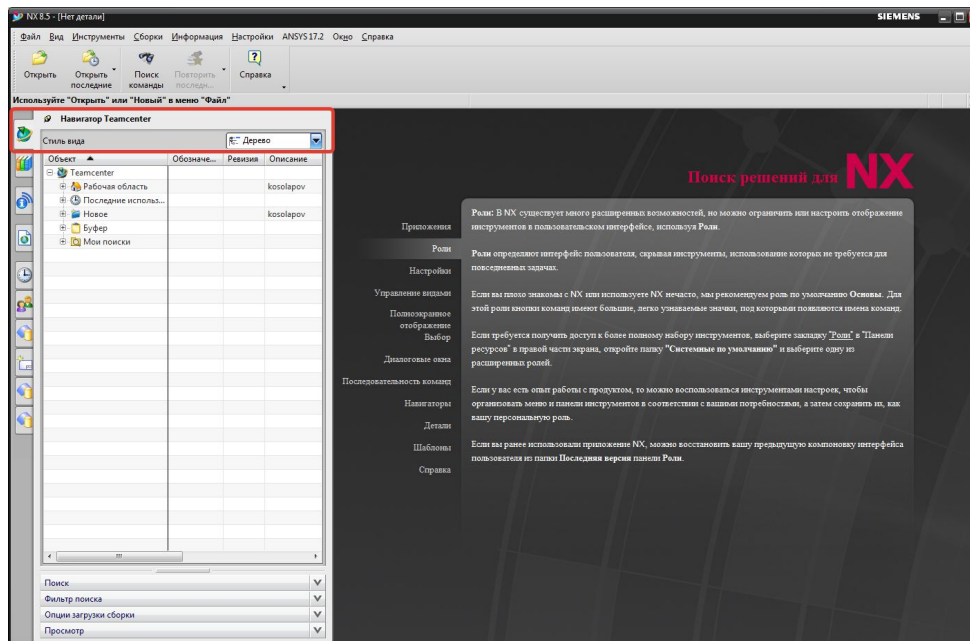

Рис. 30
4. При запуске системы NX под управлением Teamcenter должна появиться вкладка **Навигатор Teamcenter** (Рис.30)